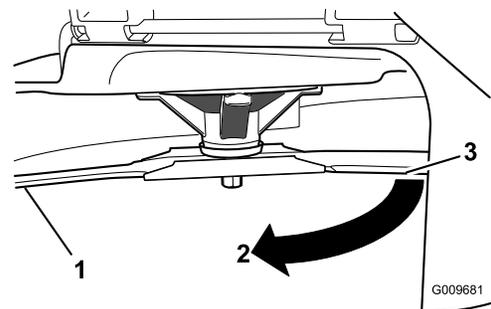

Figure 64
4. Tournez la même lame de 180 degrés pour amener l'autre tranchant à la même position (Figure 64).